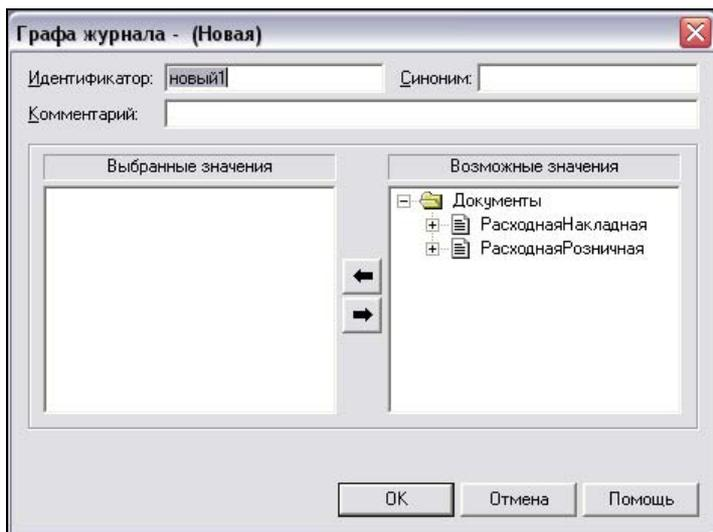

Рис. 5.51. Добавление новой графы
- Все бы хорошо, но когда накладных много, заходить в каждый, чтобы посмотреть за состоянием реквизита, не очень хорошо. Лучше сделать так, чтобы реквизит был виден прямо в журнале расходных накладных. Для этого в дереве метаданных заходим в свойства журнала расходных накладных и кнопкой **Новый** добавляем новую графу в список **Графы** (рис. 5.51).